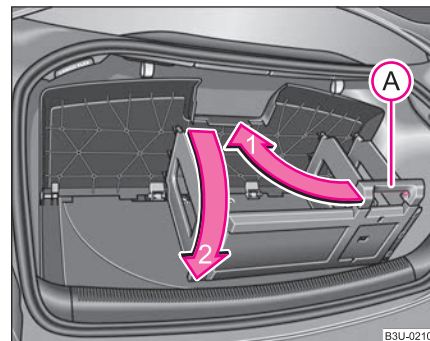

Fig. 83 Bajar la plataforma plegable
- Presione la parte inferior del tirador (A) ⇒ fig. 83 y abata los compartimentos en el sentido de la flecha 1. Los paneles han de encastrar en la tapa de forma audible.